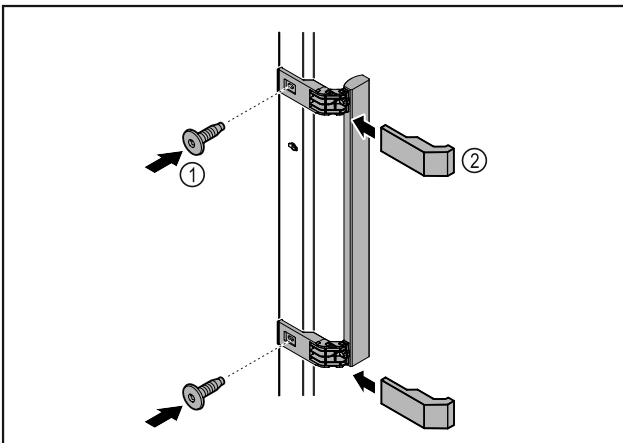

Fig. 8
- ▶ Pritvirtinkite rankeną iš priedų pridėdamais varžtais Fig. 8 (1) prie durų.
- ▶ Uždėkite dengiamąją plokštelę Fig. 8 (2).